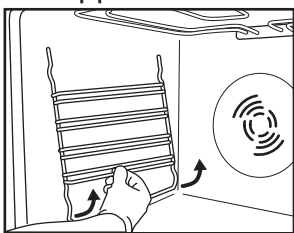

Fig. 3
1. Retirer les grilles de support des accessoires latéraux (Fig. 3).